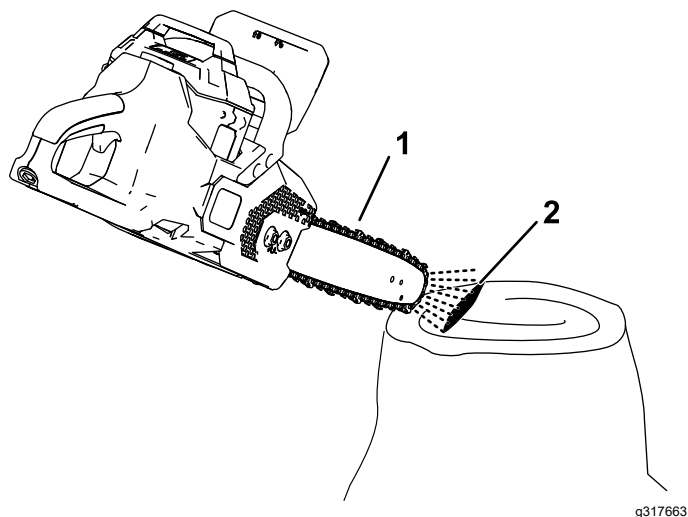

Figure 29
2. Pour vérifier que l'huile arrive jusqu'à la chaîne, pointez le nez de la tronçonneuse à quelques centimètre/pouces au-dessus d'une surface (papier, carton, souche, etc.) et démarrez la tronçonneuse; un peu d'huile devrait être pulvérisé sur surface (Figure 29).